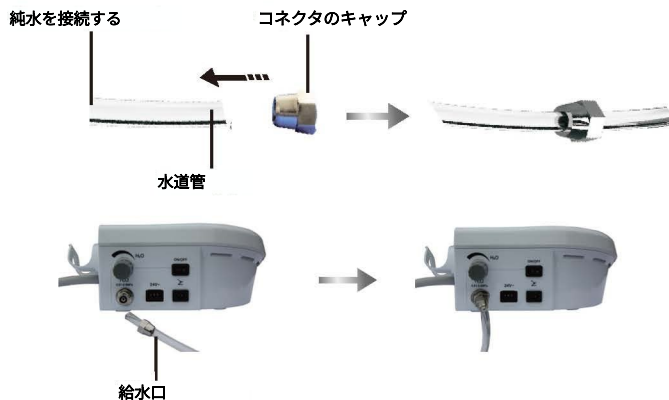

図3
1.4.3 給水システムの接続図を図3に示す。
- 水管の一方の端を給水口に接続し、もう一方の端を純水源に接続します (図 3)。